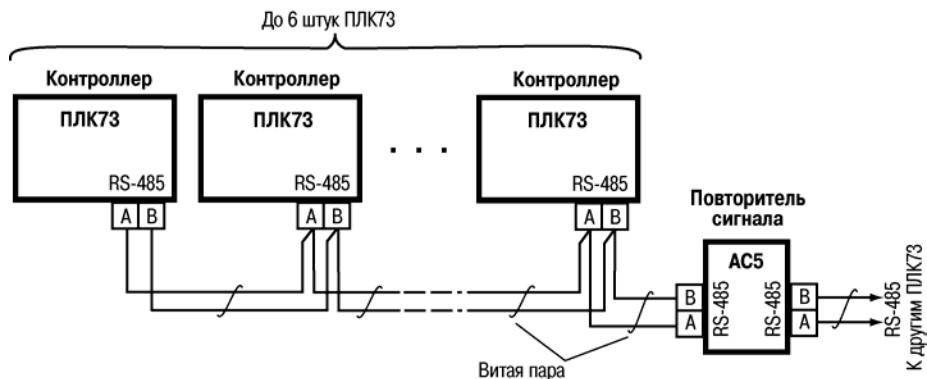

Рисунок 6.3 – Пример схемы подключений в сеть более 6-ти ПЛК73
**Внимание!** При включении контроллера в сеть RS-485 ПЛК73 в качестве Master (ведущего прибора), в него встроены резисторы, определяющие состояние линии при отсутствии передачи. В связи с этим не допускается включать в один сегмент сети RS-485 более 6 контроллеров ПЛК73, даже если они настроены на работу в режиме Slave (ведомый прибор). При необходимости включить более 6 контроллеров ПЛК73 в сеть RS485 или разделить сеть на несколько сегментов следует использовать усилители/повторители интерфейса RS-485 типа АС5 (см. рисунок 6.3).